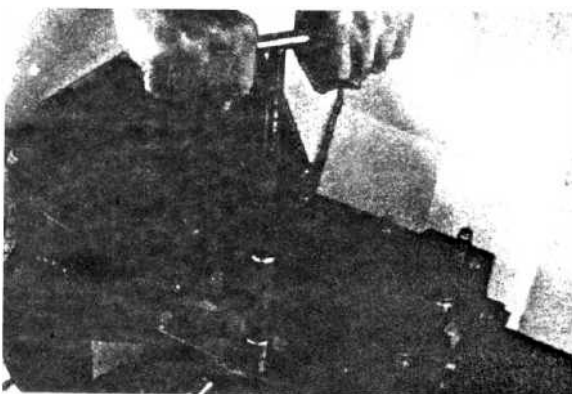

Рис. 3-15
(3) Снимите крепежные болты крышки коробки передач (рис. 3-15).